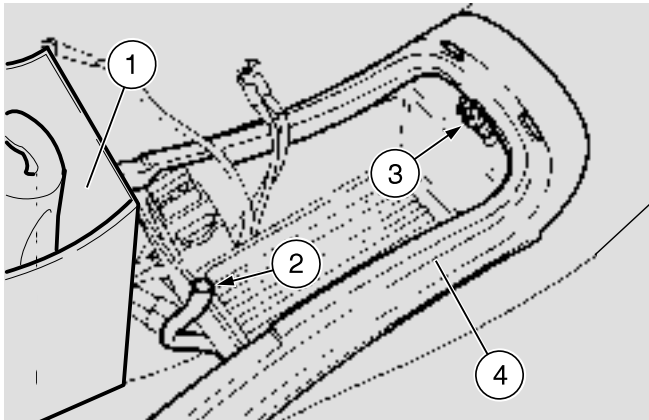

Fig. 40
- ◆ Oter le coffre de la trousse à outils (1-Fig. 40).
- ◆ Débrancher le tube d'évent de la batterie (2-Fig. 40).
- ◆ Dévisser et enlever la vis (3-Fig. 40) en gardant la rondelle.
- ◆ Oter le portillon d'inspection (4-Fig. 40) de son logement, en l'extrayant dans le sens de la marche.